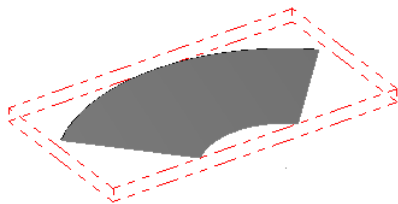

图 5.3.2 显示工件
Step4. 修改边界框尺寸。在 **X** 文本框中输入值 220, 在 **Y** 文本框中输入值 120.0, 在 **Z** 文本框中输入值 10.0, 在“机床群组属性”对话框 **毛坯原点** 区域的 **Y** 文本框中输入值 -15.0, 在 **Z** 文本框中输入值 5.0, 单击“机床群组属性”对话框中的 按钮, 完成工件的设置。此时零件如图 5.3.2 所示, 从图中可以观察到零件的边缘出现了红色的双点画线, 双点画线围成的图形即为工件。